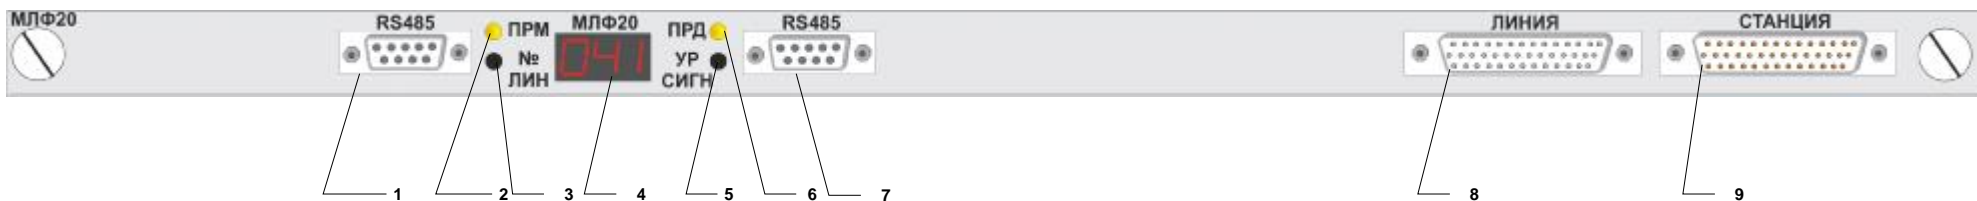

Рисунок 4. МЛФ20 – органы индикации, управления и коммутации.
1.5.2 На лицевой панели МЛФ20 (рисунок 4) расположены: